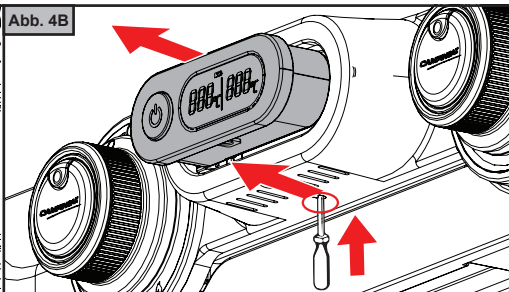

Abb. 4C
3. Lösen Sie die Sensorkabel (Abb. 4C).